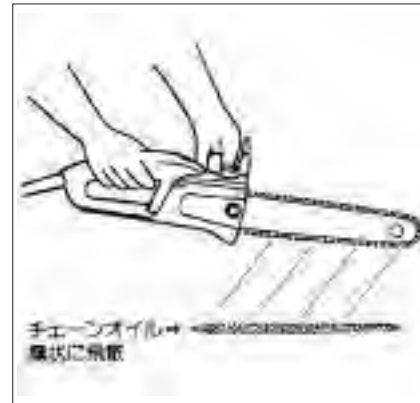
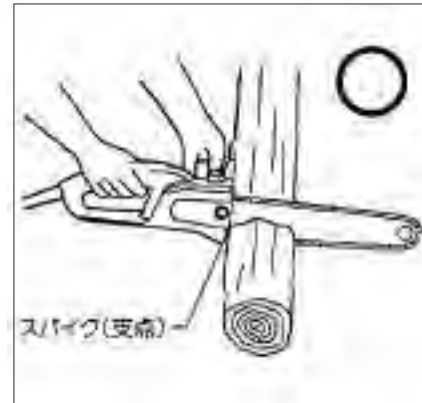

図13
図14
- ご使用前にソーチェーンを材料から離して回転させてください。ガイドバーの先端にチェーンオイルが吐出していることを確認してください。(図13参照)
- ①切断材は地面からできるだけ離して固定してください。
- ②ロックボタンを右手親指で押しながら、スイッチの引金を引いてください。
- ③ソーチェーンのスピードを上げた後、本機のスパイク部(ソーの手前)を切断材料に静かにあてて切断してください。(図14参照)